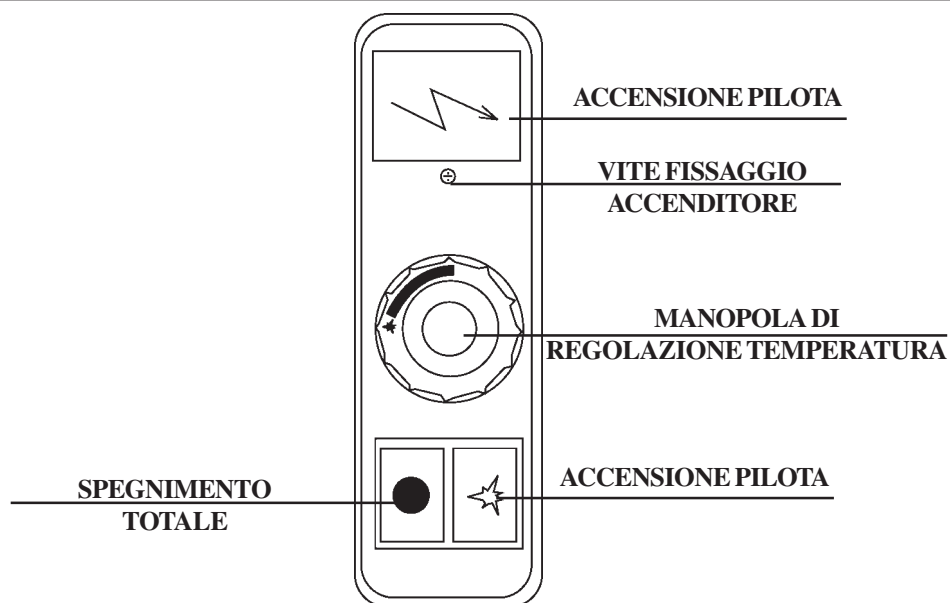

Fig. 10
5.1 ACCENSIONE PILOTA (FIG. 10)